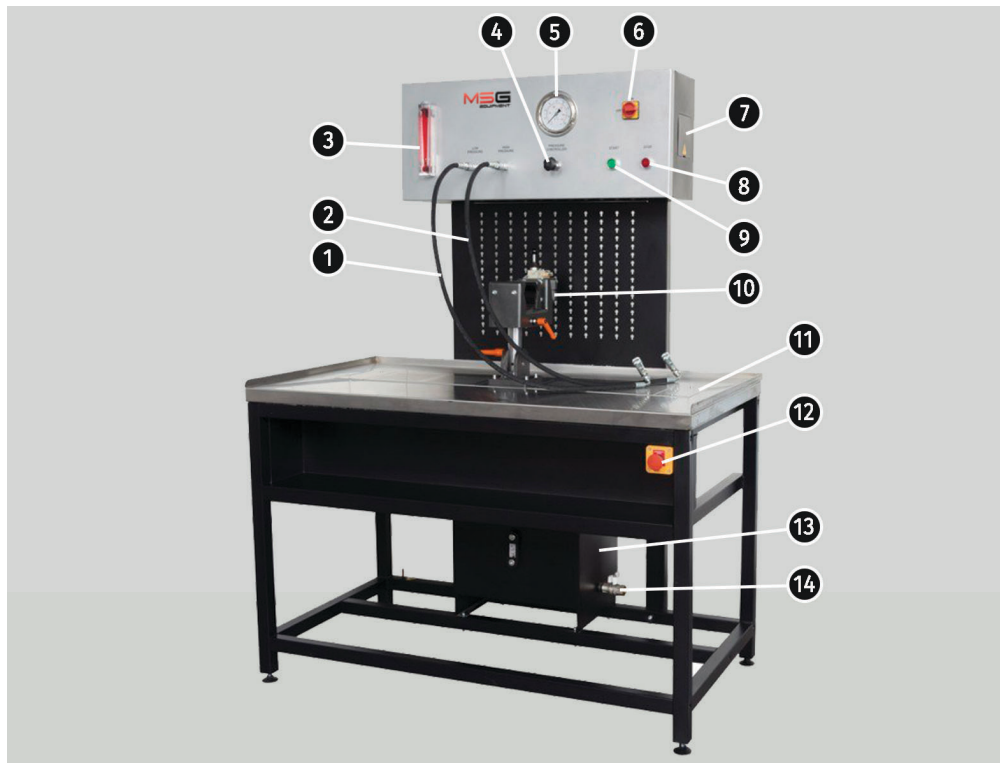

Рисунок 1. Основные элементы стенда
Стенд состоит из следующих основных элементов (рис. 1):
3) Включить автоматический выключатель – реле напряжения (см. поз 7 рис. 1).
- 8.2. По показаниям манометра 4 и расходомера 1 (см. рис. 1), и критериям, изложенным в таблице 1, делаем заключение о состоянии рулевой рейки.